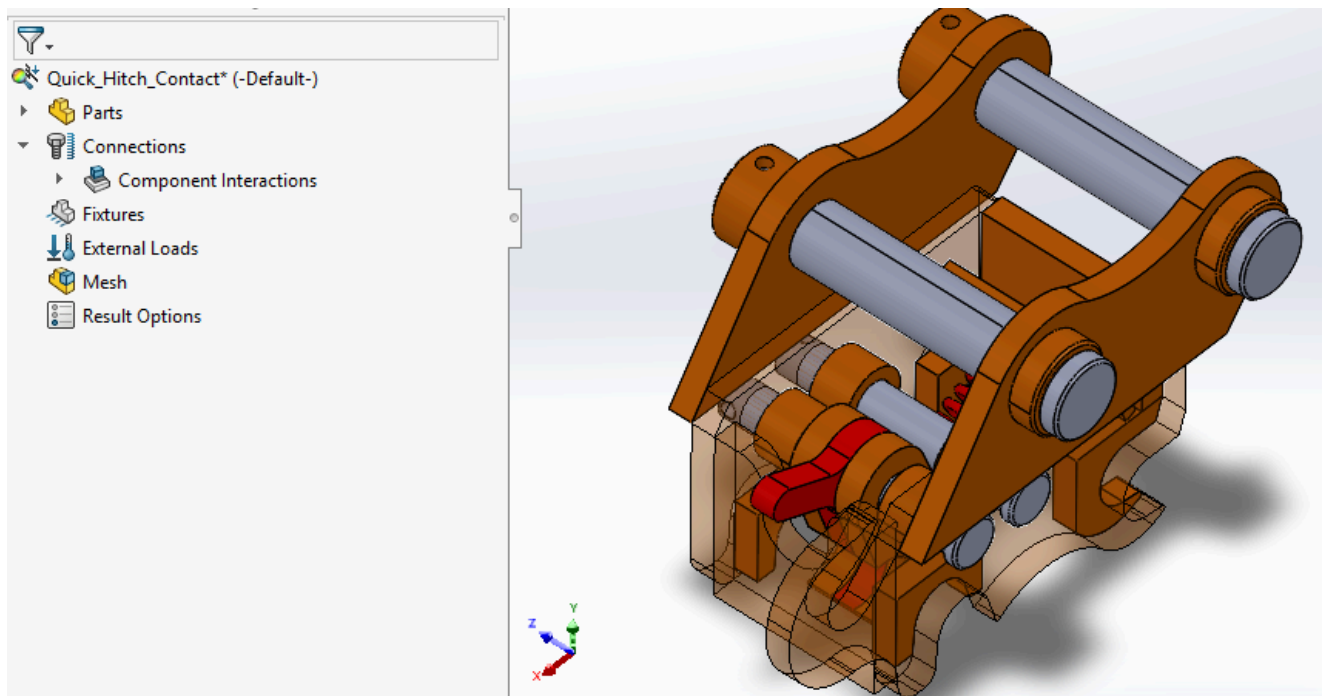

Рис.14. Дерево дослідження Simulation
1. У дереві симуляції розгорнути папку з компонентами (див рис.14)